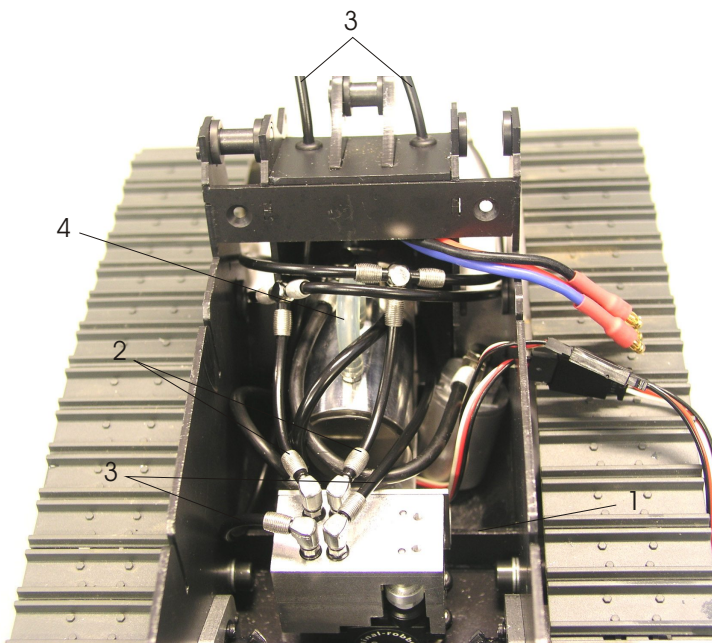
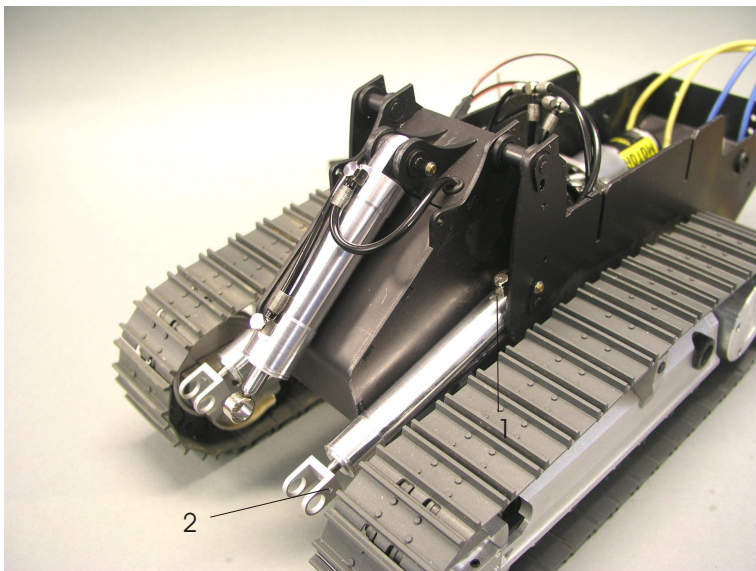

Bild 7
Bild 8
Entfernen Sie bitte die Schrauben aus der Bodenwanne (GC4 in Carson Anleitung Seite 20 Bild 37) und fädeln sie die Pumpeneinheit, wie in Bild 7 ersichtlich, in die Wanne ein. Dazu schieben Sie die Einheit schräg von oben in den vorderen Raum und senken erst hinten ab, wenn der Fuß den Steg (1) überwunden hat. Die Servos sind noch nicht eingebaut, da das Steuerventil noch justiert werden soll. Die Einheit noch nicht verschrauben. Jetzt werden die vorbereiteten Schläuche für die Hubzylinder (2) und 2 Schläuche H052 mit je 27cm (3) für den Kippzylinder verlegt. (Siehe Bild) Die Schläuche sind absichtlich so lang, damit die komplette Einheit ohne lösen der Schläuche ausgebaut werden kann.
Schließen Sie nun bitte die Zylinder an und bauen sie mit den Originalbolzen ein. (Siehe Bild 8) Der hintere Nippel der Hubzylinder (1) gehört nach oben. Achten sie auch auf das Bolzensicherungsgewinde (2). Es sollte auf beiden Seiten nach aussen zeigen. Jetzt können Sie die Inbetriebnahme laut Hydraulikanleitung machen. Um die Servos einzubauen verschließen Sie die Tankkippel mit einer Schlauchbrücke (4 Bild 7) und ziehen die Einheit nach hinten oben raus. (Bild 9)